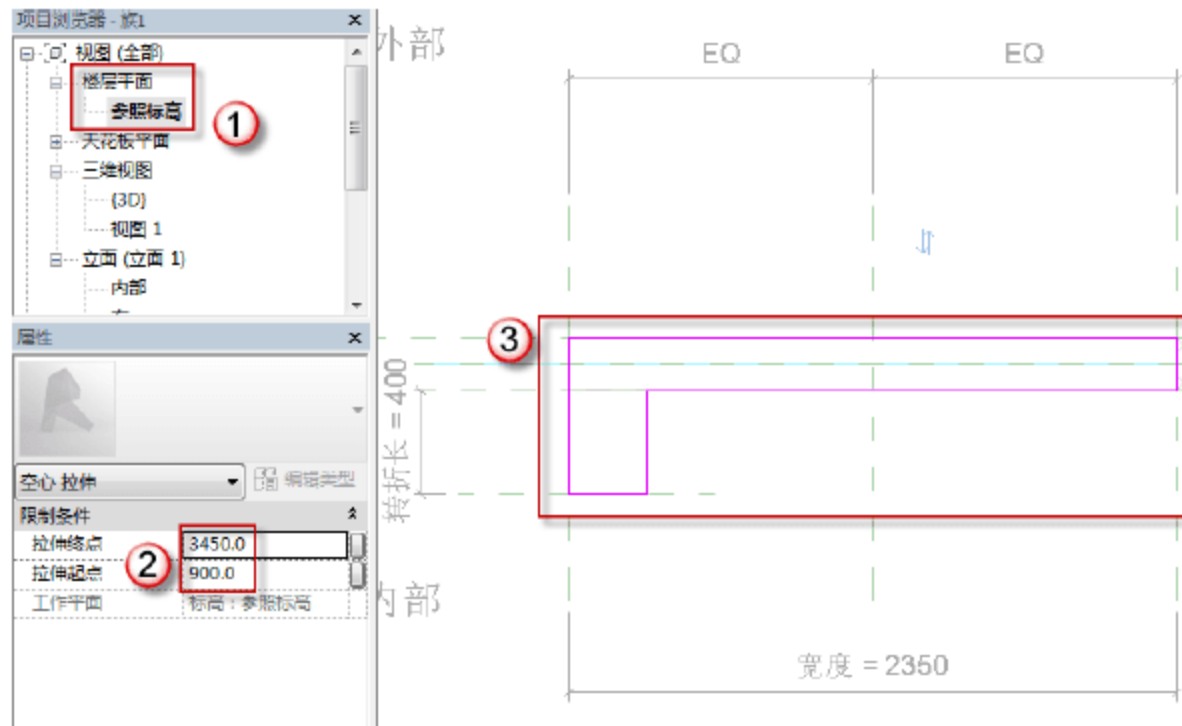

图 7.1.9 创建新的洞口剪切
(8) 创建新的洞口剪切的空心模型。选择菜单“创建”→“空心形状”→“空心拉伸”命令，进入“修改 | 编辑拉伸”界面，用菜单中的绘制工具绘制新的洞口剪切绘，如图 7.1.9 所示。在“属性”面板中，在“拉伸终点”中输入“3450”字样，在“拉伸起点”中输入“900”字样，完成后单击√按钮完成绘制。